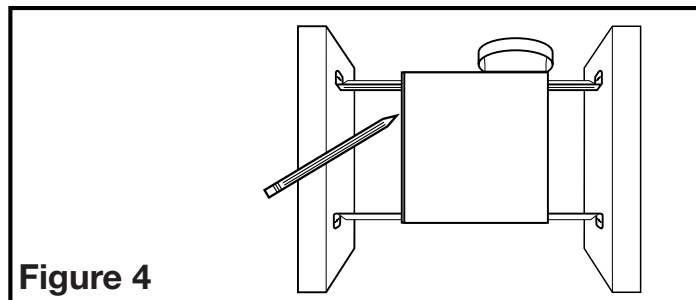

Figure 4
- Placer le châssis en position entre les solives et tracer un contour sur le matériau du plafond (**Figure 4**). Mettre le châssis de côté et découper l'ouverture, en prenant soin de ne pas couper ou endommager des câbles électriques dissimulés ou autres utilités. Installer les traverses sur le châssis et positionner le châssis dans le trou percé précédemment afin qu'il soit à effleurement avec le plafond fini. Fixer les extrémités des traverses aux solives (**Figure 3**).